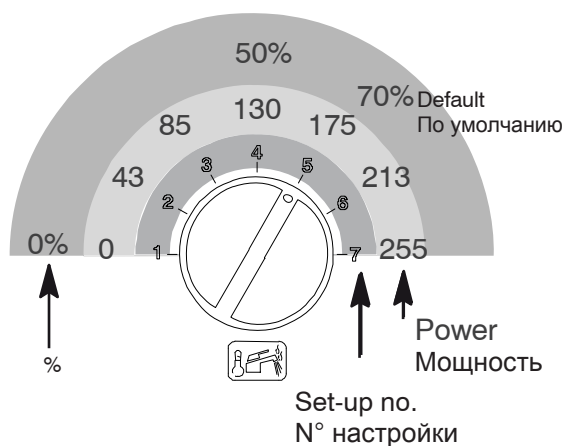

Fig. 6.7
8. To change the set-up, turn the sanitary fixture temperature adjustment knob on Fig. 6.7 and set it to the required time (in the example figure, the knob is set to position 5 – see also the table on the boiler handbook, chapter Gas adjustment check); blockage signal LED will flash quickly.
8. Для изменения настройки повернуть рукоятку регулирования температуры ГВС в Fig. 6.7 и установить на выбранное время (на иллюстрации *пример* рукоятка установления на пятую позицию, смотреть также таблицу в руководстве бойлера, Глава *Проверка, настройка газа*), при этом быстро мигает индикаторная лампа блокирования.